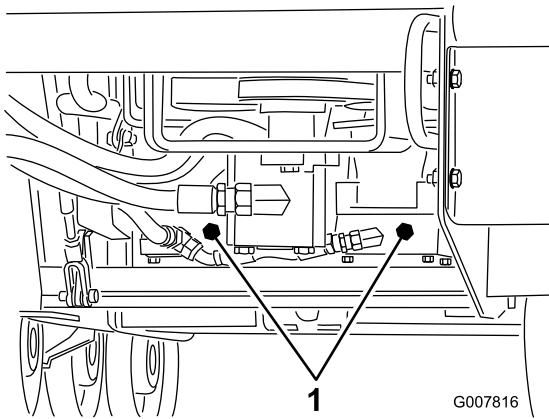

Figure 21
4. À l'aide d'une clé, donnez deux tours dans le sens antihoraire aux vannes de remorquage situées sur les pompes hydrauliques (Figure 21).